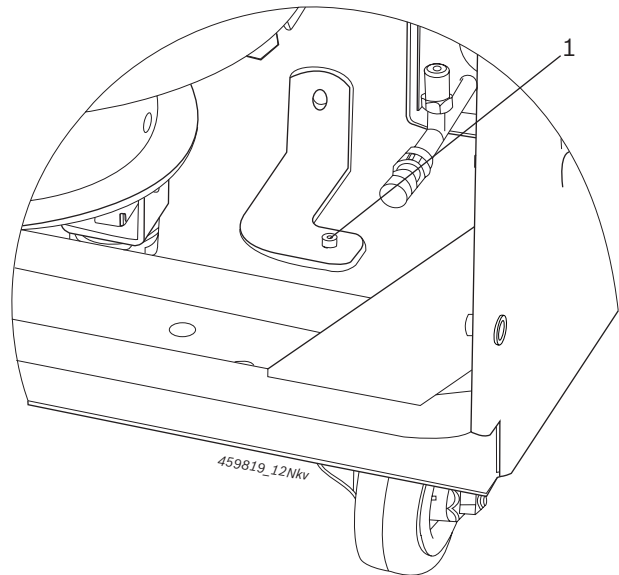

Fig. 12: Återmontage av skruven
8. Dra åt skruven (Fig. 12, Pos. 1).